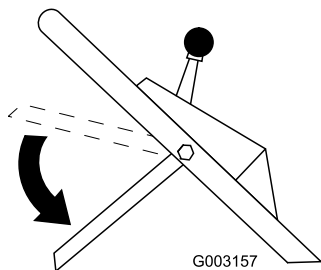

Figura 15
8. Abbassate la barra di comando della lama nella posizione inferiore (Figura 15).